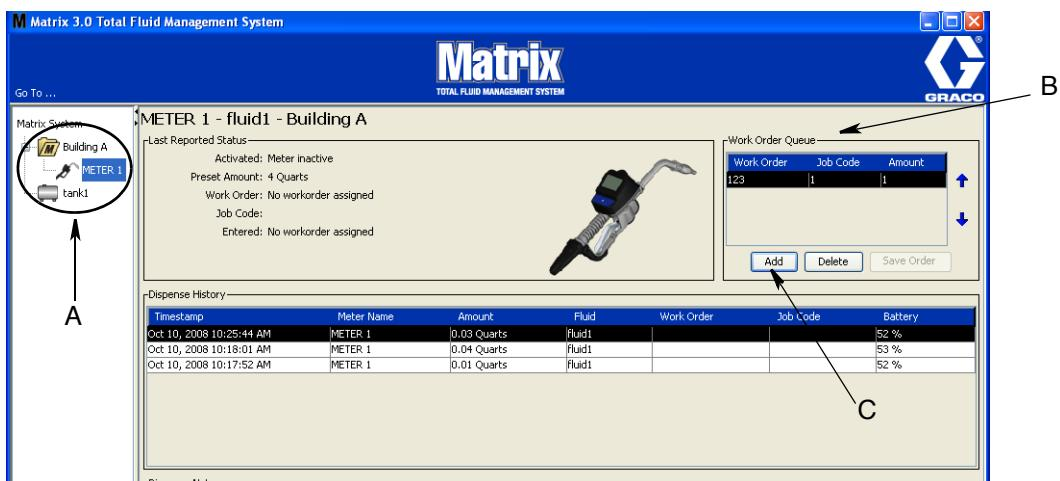

Рис. 117
- В поле групп, определенных системным администратором, основного экрана системы Matrix (A), выберите требуемый расходомер, которому назначается рабочее задание (Рис. 117).
- В поле «Work Order Queue» [Очередь рабочих заданий] (B) того же экрана нажмите кнопку «Add» [Добавить] (C) (Рис. 117). Отобразится список доступных рабочих заданий для этого расходомера.